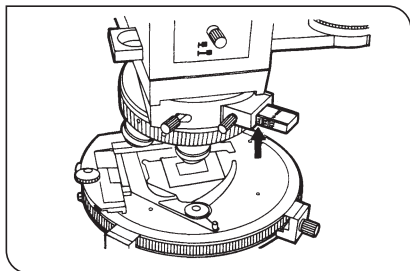

Fig. 4
2. A questo punto, annotare il valore indicato a lato dell'U-CWE2 visibile sul bordo dell'adattatore. Tale valore indica il campo di ritardo approssimativo in corrispondenza dell'area misurata (posizione indicata dalla freccia Fig. 4).